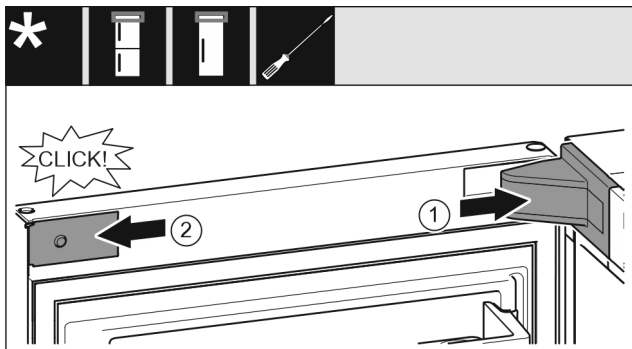

Fig. 22
- ▶ Nasadíte kryt ložiskovej konzoly Fig. 22 (1) a zaklapnete, príp. opatrne roztlačíte.
- ▶ Nasadíte kryt Fig. 22 (2) z boku a zaklapnete ho.